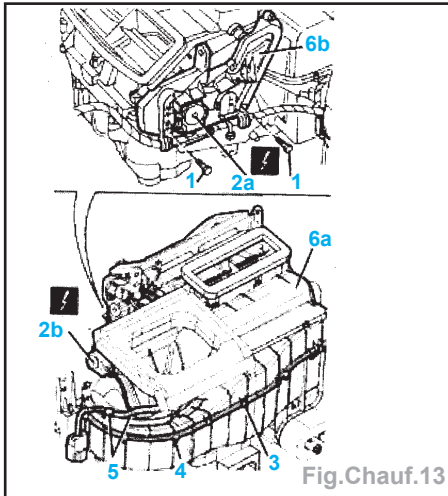

Fig. Chauff.13
- les vis (1), déconnecter les moteurs (2a et 2b), enlever les agrafes (3), les vis (4) et débrancher le câblage (5) du couvercle supérieur,
- le couvercle supérieur (6a) en enlevant la protection (6b) de la came (Fig. Chauff.13),